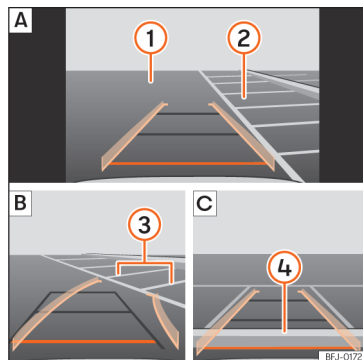

Abb. 144 Anzeige auf dem Bildschirm des Infotainment-Systems: Einparken mit dem Rückfahrasistenten.
Legende zur » (Abb. 144):
- Bringen Sie das Fahrzeug vor die Parklücke >>> **(Abb. 144) ② [A]**.
- Fahren Sie rückwärts und drehen Sie das Lenkrad so, dass die gelben Linien in die Parklücke weisen. Die grünen und gelben Linien müssen mit den seitlichen Begrenzungslinien übereinstimmen **③ [B]**.
- Halten Sie das Fahrzeug an, wenn die rote Linie die hintere Begrenzung erreicht hat **④ [C]**.